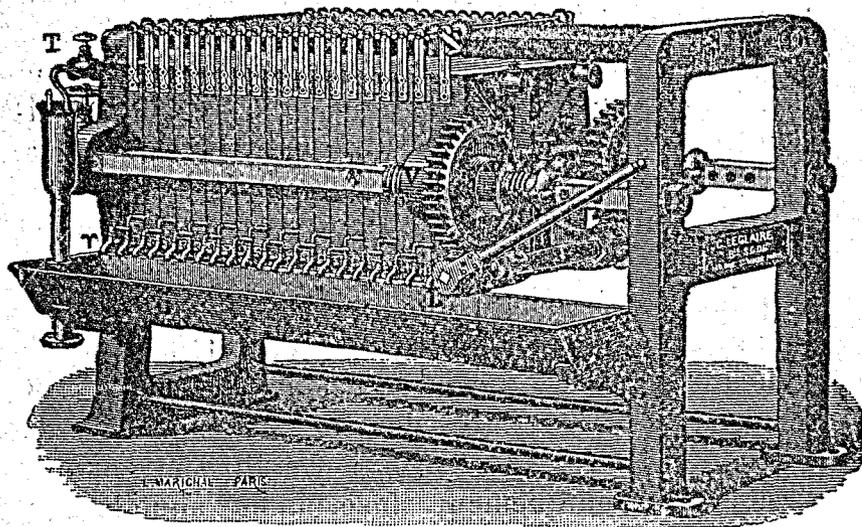

Fig. 169. — Filtres-presses.
**Filtration.** — Les *filtres-presses* (fig. 169 et 169 bis) sont composés d'une série de plateaux ou cadres, C, C1, en fonte cannelée, recouverts d'une toile filtrante tt, t't', et présentant à leur partie centrale une ouverture O. Le jus sucré pénètre par cette ouverture dans les intervalles I des plateaux, traverse en se filtrant les toiles et les plaques perforées qui les soutiennent, puis se réunit au bas des cadres et est enfin évacué par les rigoles RR1 et la série des robinets correspondants r. Les impuretés sont retenues dans les intervalles I, à l'état de boues ou gâteaux d'écumé. Pour dissoudre le sucre
Fig. 169 bis.